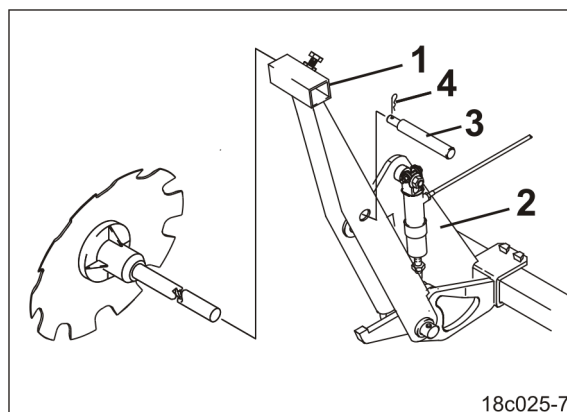

Fig. 104
- 5.1 Fijar el soporte de los discos marcadores (Fig. 104/1) al soporte de transporte (Fig. 104/2).
- 5.2 Asegurar el perno (Fig. 104/3) con un pasador elástico (Fig. 104/4).